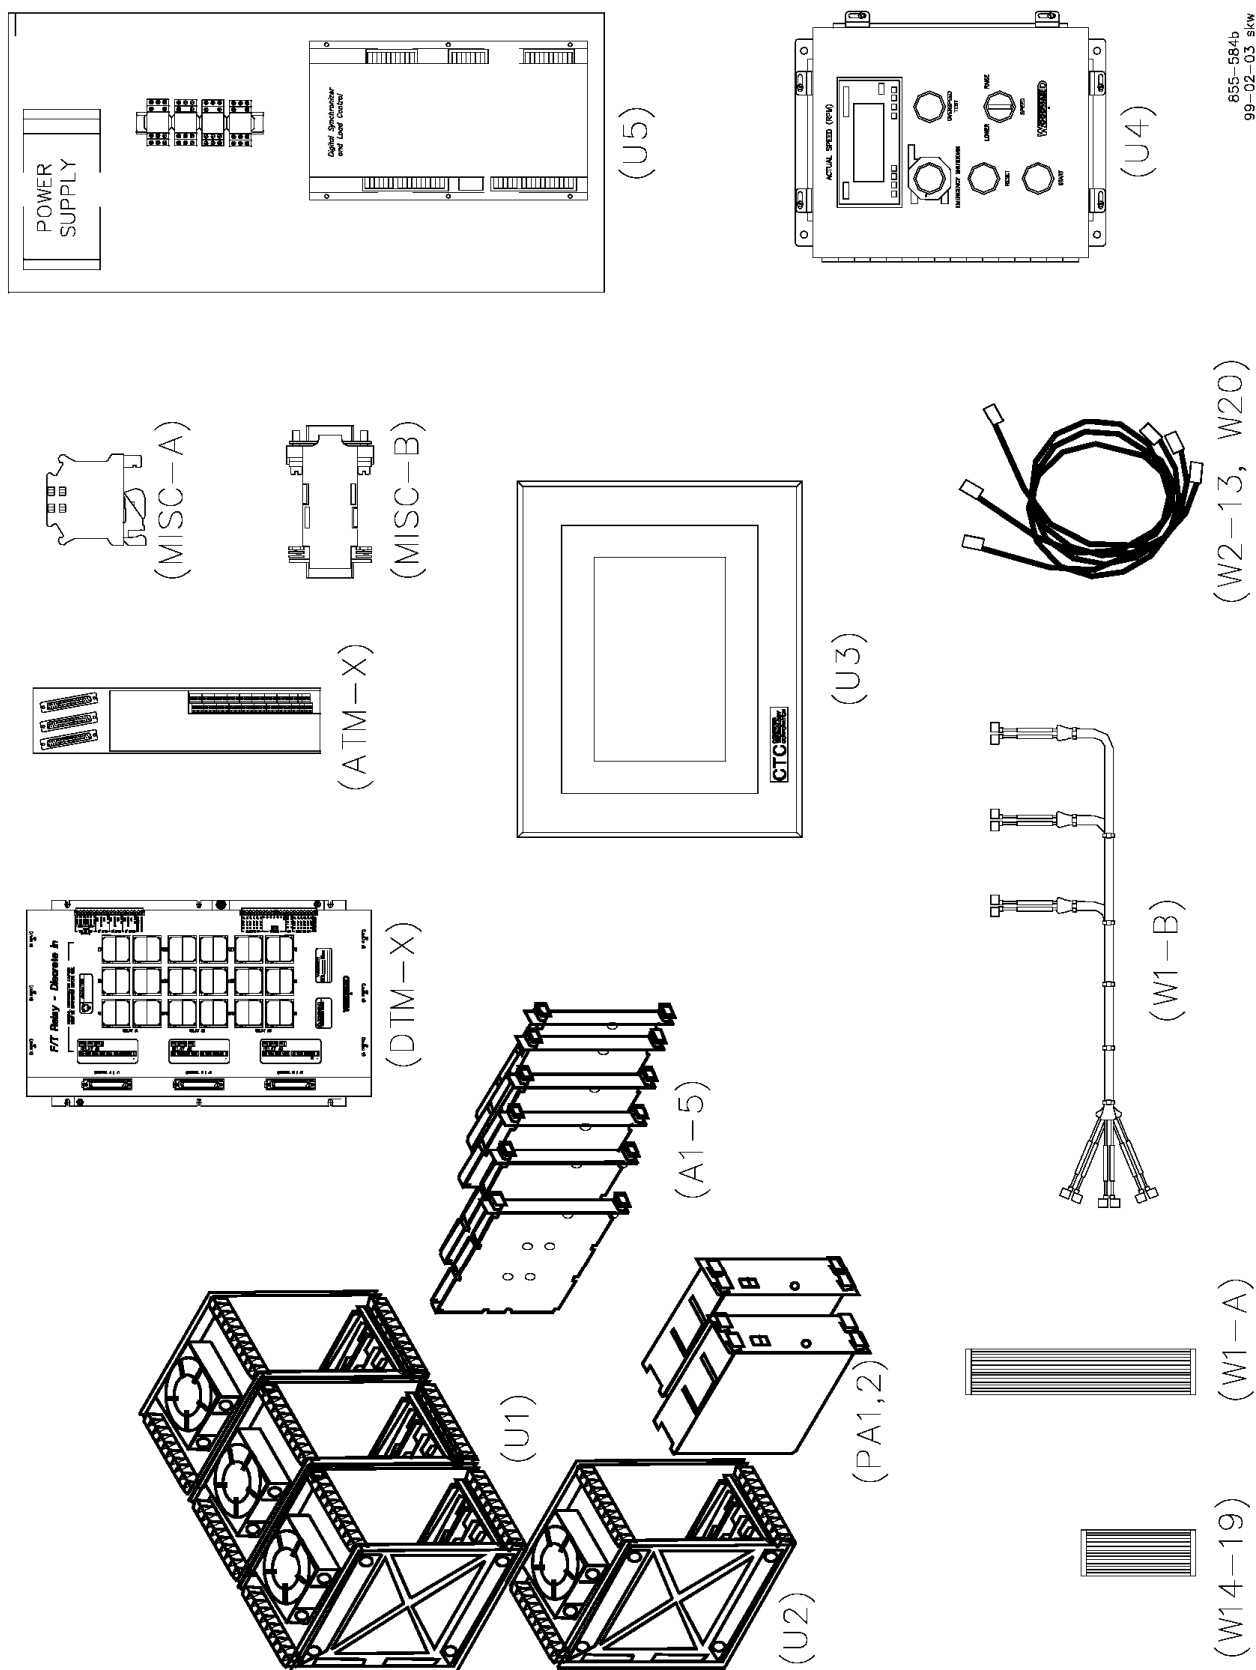
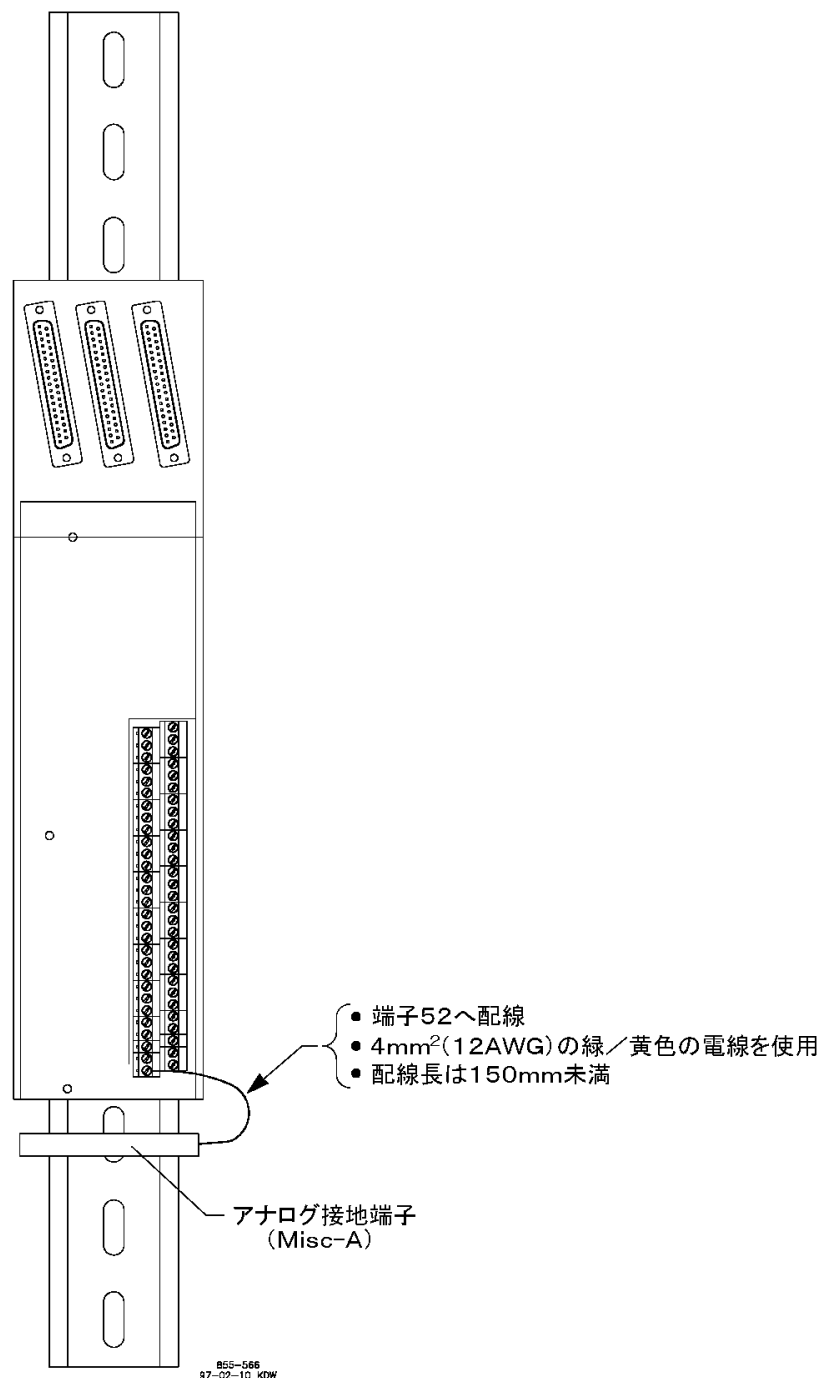

図 3-1. 制御システム内の各ハードウェアの外形
図 3-8. ATM の接地の為の配線図
OpView™ は、弊社のデジタル制御システムに接続して、タッチ・スクリーン・アナウンシエータ & オペレータ・コントロール・パネルとして使用される、コンピュータ内蔵のワークステーションです。オペレータは、このワークステーションを使用して制御装置から離れた所で入力値を見たり、設定値を変更したり、RUN モード・コマンドを送信したりします。OpView は、工業用 (オプションで UL 規格 Class I, Division 2 適合の) タッチ・スクリーン・ハードウェア・パッケージと弊社が開発したソフトウェアからなっています。この標準のソフトウェアを OpView で実行すると、5009 制御装置のコンフィギュレーション・データを読んで、このデータに対応したインタフェース画面を自動的に作成します。従って、現場で OpView の設定を行なう必要はありません。OpView がどのようなものであるかは、表 3-1 と図 3-1 を見れば大体わかります。この装置の詳細な仕様に付いては、このマニュアルの第4巻を参照してください。
5009 制御装置のローリング・リスタート・ステーション (RRS) は、スイッチと内部の配線のみからなる操作制御盤で、タービンの近くにバルク・ヘッド・マウントで取り付けられて、タービンの始動およびオーバースピード・テスト時の操作にのみ使用されます。オペレータは、この制御盤を使用して発生したアラーム等のリセット、タービンの始動/停止、タービン回転数の増減、オーバースピード・テストなどを行ないます。ローリング・リスタート・ステーションと 5009 制御装置を接続するには、ローリング・リスタート・ステーションの入出力端子を全て 5009 制御装置の接点入力端子とアナログ出力端子に接続して、しかもこの接続でステーションが正しく動作するように 5009 のコンフィギュレーション・データ (接点入力とアナログ出力の設定値) の内容を変更しなければなりません。ローリング・リスタート・ステーションがどのようなものであるかは、表 3-1 と図 3-1 を見れば大体わかります。
この装置は、タービン発電機制御システムに対してのみ使用されます。DSLC は、マイクロプロセッサを内蔵した3相交流発電機用の発電機負荷分担制御装置で、弊社の速度制御装置やオートマチック・ボルテッジ・レギュレータ (AVR) と組み合わせて使用されます。DSLC は、発電機の同期投入、アイソクロナス負荷分担、停電中の母線 (dead bus) への接続、無効電力/力率 (VAR/PF) 制御、プロセス制御などの機能を、全て1台の装置で同時に行ないます。DSLC は、位相合わせ同期投入でも、滑り周波数同期投入でも、どちらでも行なう事ができます。また、母線に同期投入する前に、オートマチック・ボルテッジ・レギュレータを操作して、発電機の電圧と母線の電圧を一致させる事や、速度バイアス信号で速度制御装置を操作して、発電機の周波数と位相の制御を行ないます。DSLC がどのようなものであるかは、表 3-1 と図 3-1 を見れば大体わかります。
5009 制御システムのみを受注して、収納用のキャビネットは受注しなかった場合は、制御システムの各部品がお客様宛てに個別に発送されます。この場合、各部品を受取った後で、お客様は、このマニュアルの説明を見ながら各部品をお客様の制御パネルに取り付けなければなりません。次のページの表に示す装置や部品が送られて来ますので、これらの装置や部品を梱包箱から取り出したなら、異状がないかよくチェックしてください。どこにも異状がなければ、お客様の制御パネルに取り付けて、制御システムを組み立ててください。各装置の形状については、図 3-1 を参照してください。
5. アナログ接地端子 (図 3-1 の MISC-A) を、DIN レールの ATM のすぐ横にはめ込みます。図 3-8 を参照の事。